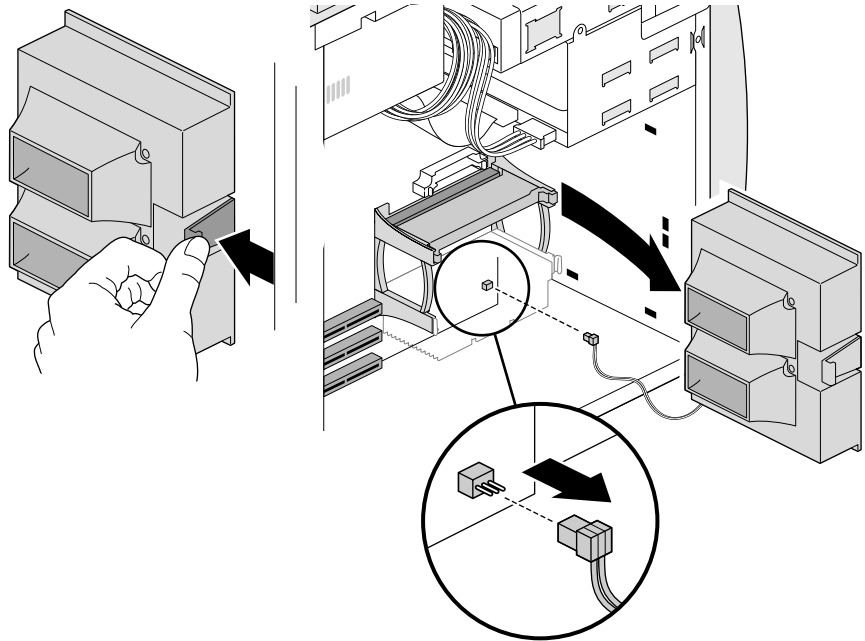

Abbildung 7-8 Entfernen des Lüfters
4. Entfernen Sie den Lüfter wie in Abbildung 7-8.